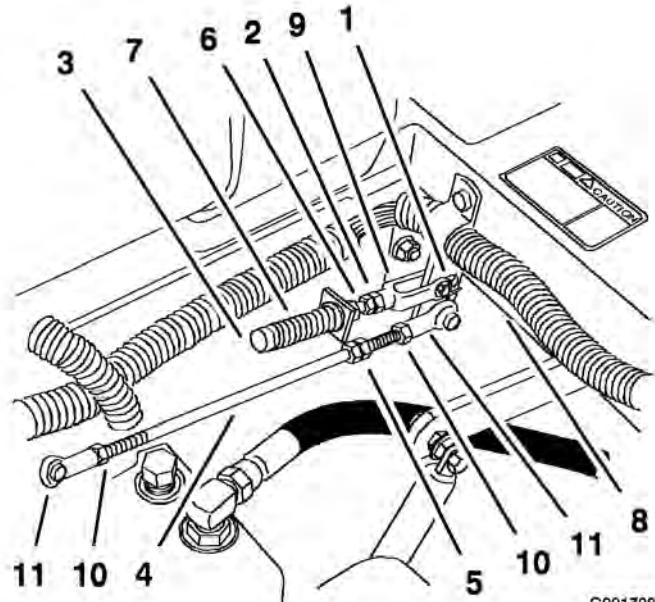

Figure 64
1. Desserrez les contre-écrous sur les rotules de la tige de commande de la pompe (Figure 64).
3. Réglez la longueur de la tige de pompe en tournant les doubles écrous dans le sens voulu, jusqu'à ce que la roue soit immobilisée ou tourne légèrement en marche arrière (Figure 64).
- Serrez les contre-écrous contre les rotules (Figure 64).